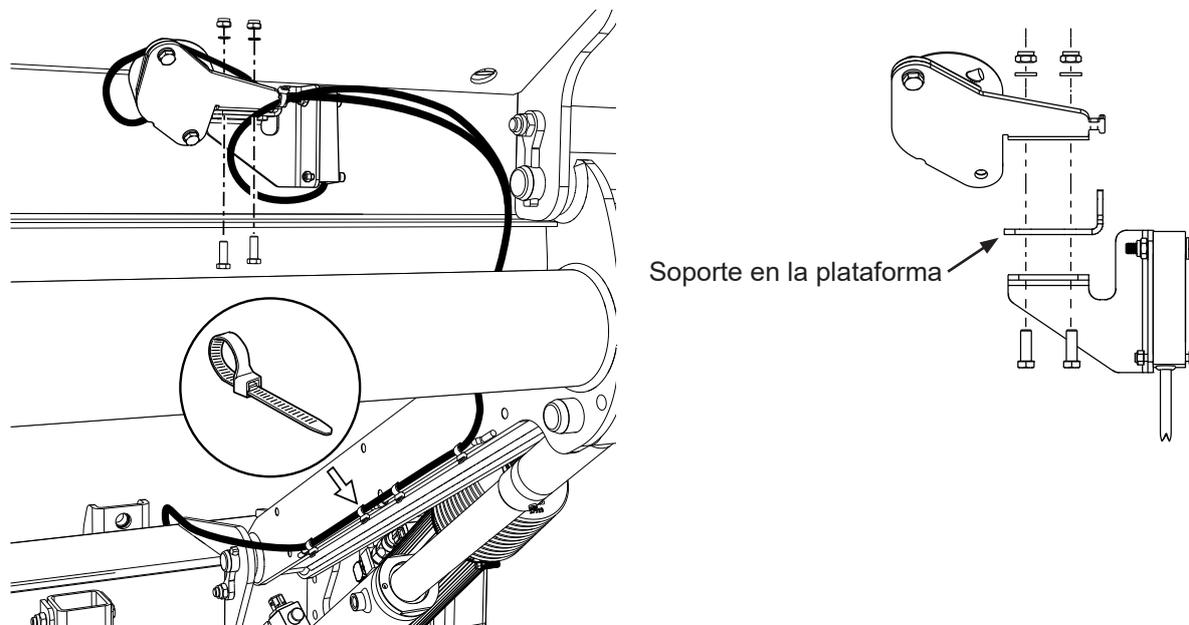

Figura 56. Montaje de sensor de ángulo para basculamiento automático
1. Montar los sensores de ángulo en la plataforma, utilizar los tornillos, las tuercas y las arandelas proporcionados y sujetar el cable con bridas, véase Figura 56.